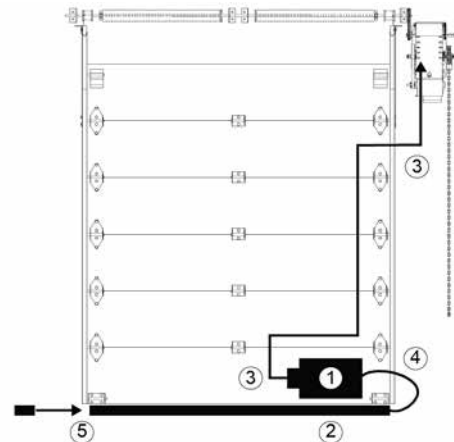

Figura 31 - Borde sensible
1. Colocar el interruptor de aire en posición (ver la Figura 31).
1. Colocar la caja de conexiones en posición (ver la Figura 31).